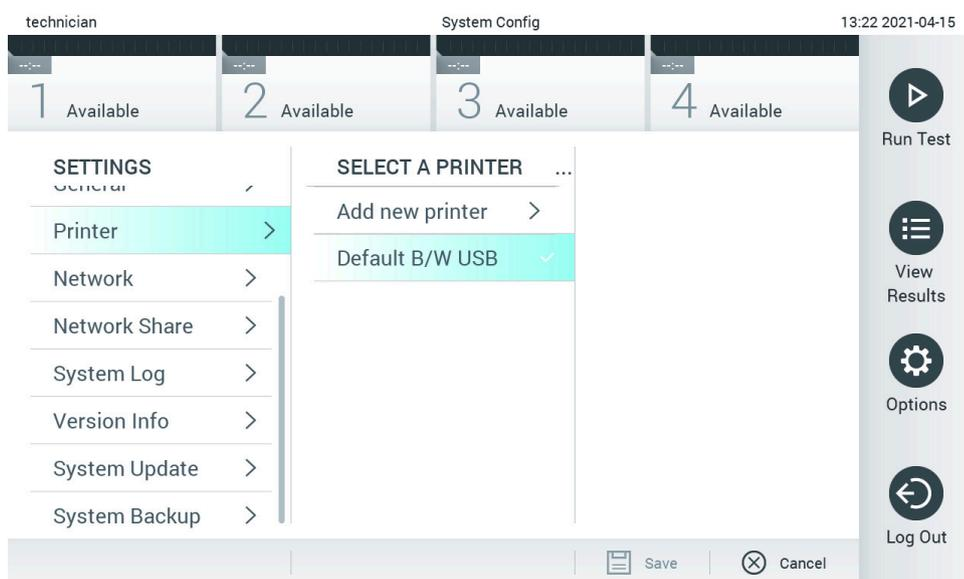

Figure 74. Sélection d'une imprimante système.
3. Sélectionnez une imprimante dans la liste des imprimantes disponibles (Figure 74).